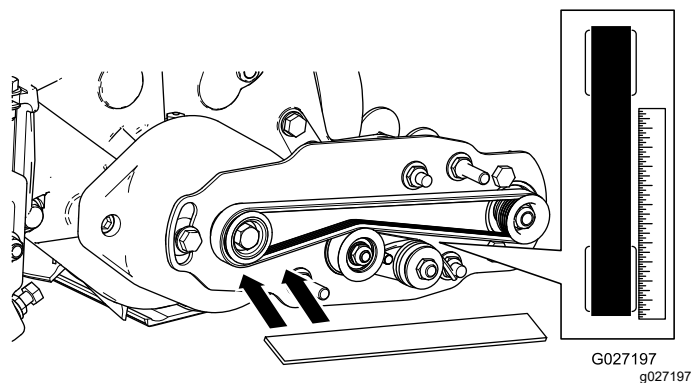

Figure 16
- Placez une règle de vérification le long de la face extérieure de la poulie d'**entraînement** (Figure 16). Ne posez **pas** la règle en travers de la poulie d'entraînement et de la poulie menée.